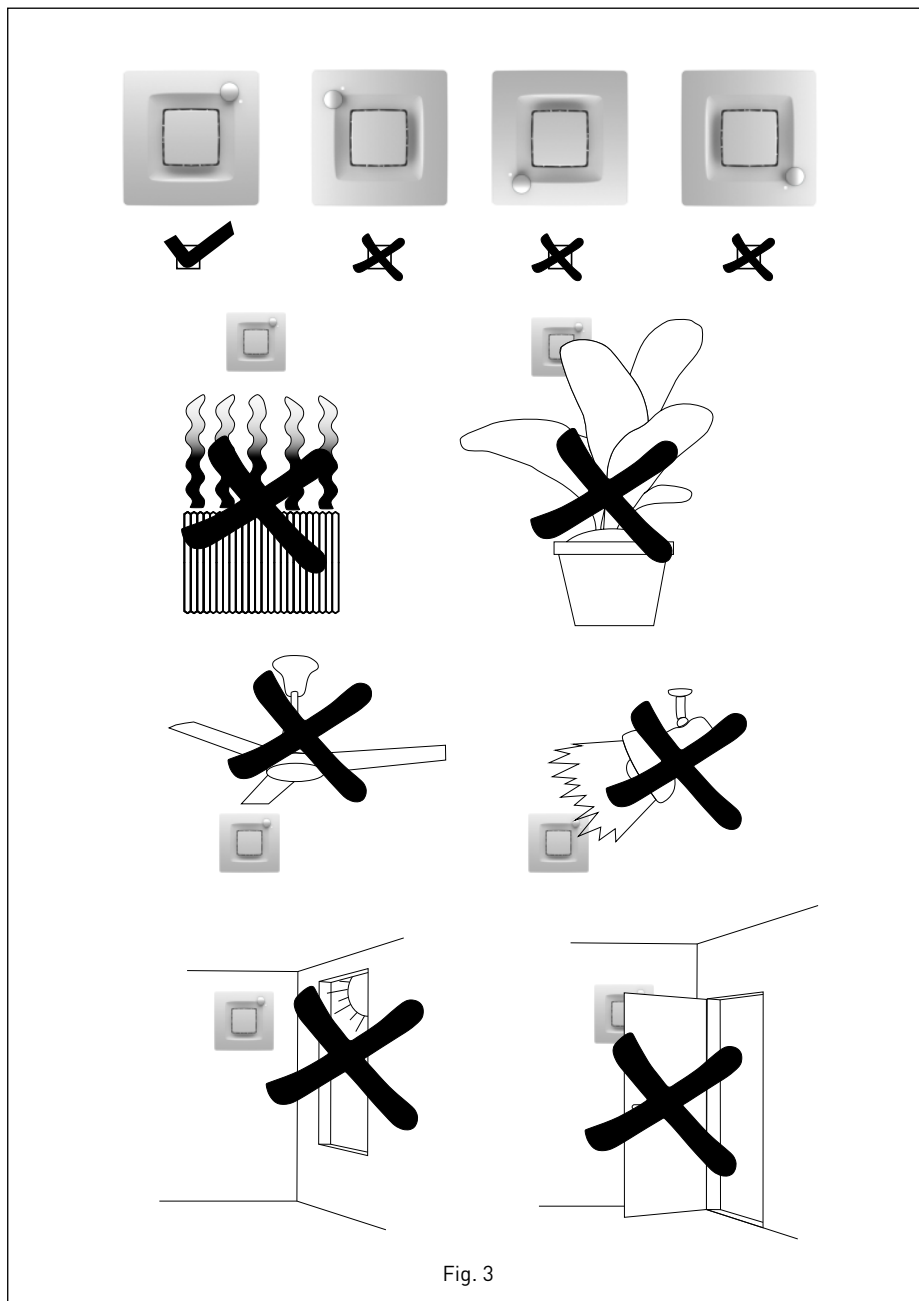

Fig. 3
**El SILENT DUAL está equipado de un detector de presencia por infrarrojo. Para que funcione correctamente, el extractor tiene que instalarse de tal manera que la detección se pueda realizar fácilmente, evitando las situaciones indicadas en la fig.3.**
**The SILENT DUAL is provided with a PIR (passive infra-red) detector. To work properly, the extractor must be installed in such a way that detection can be carried out easily, avoiding the situations indicated in fig.3.**